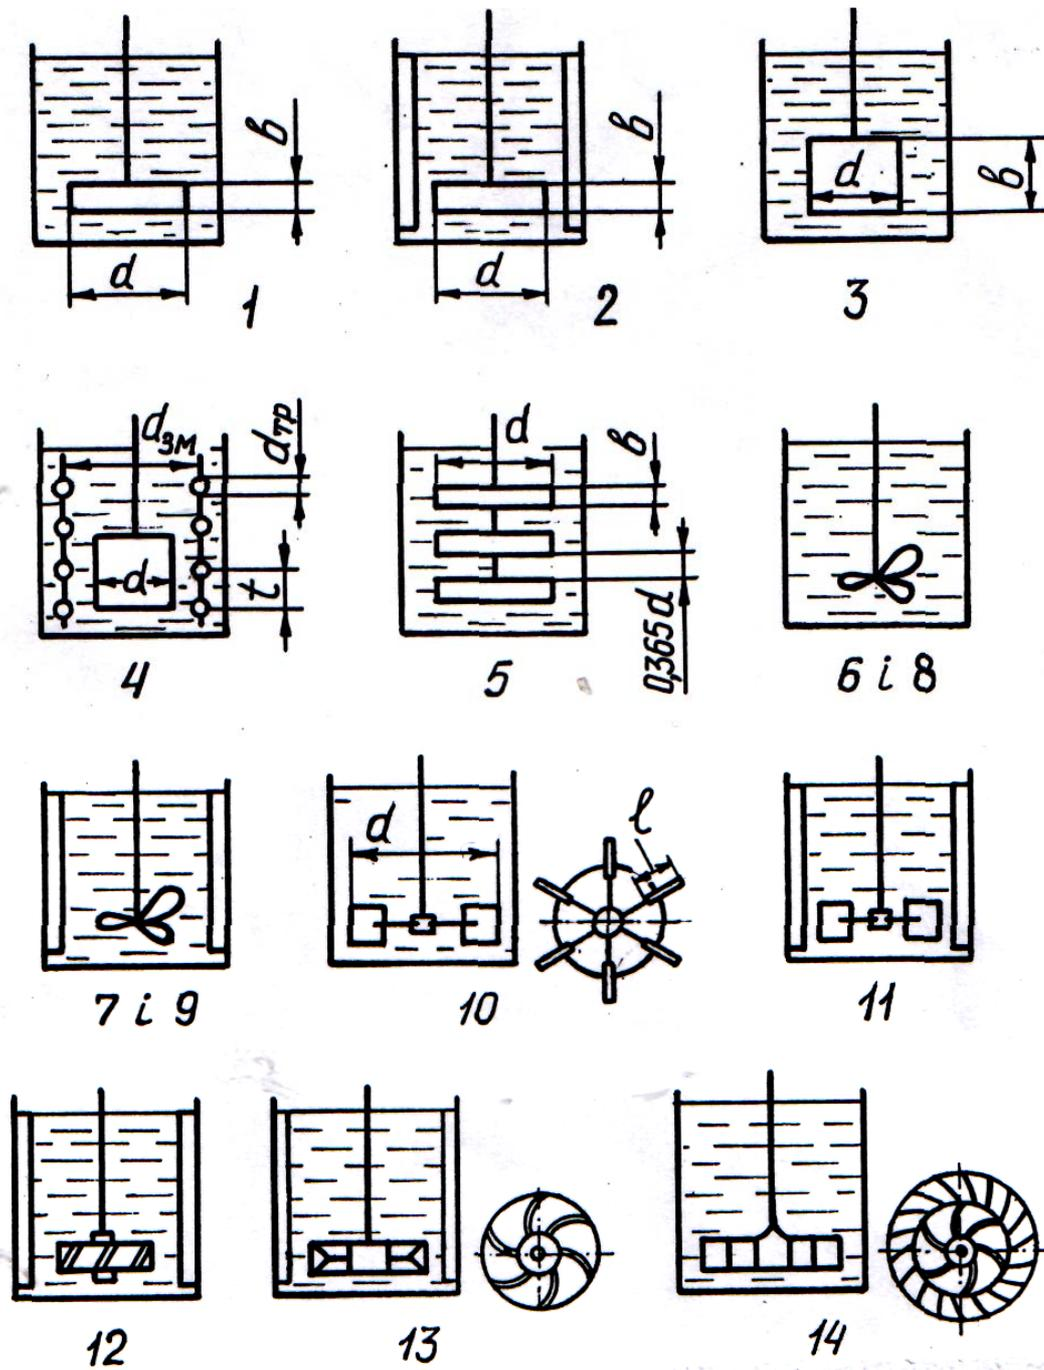
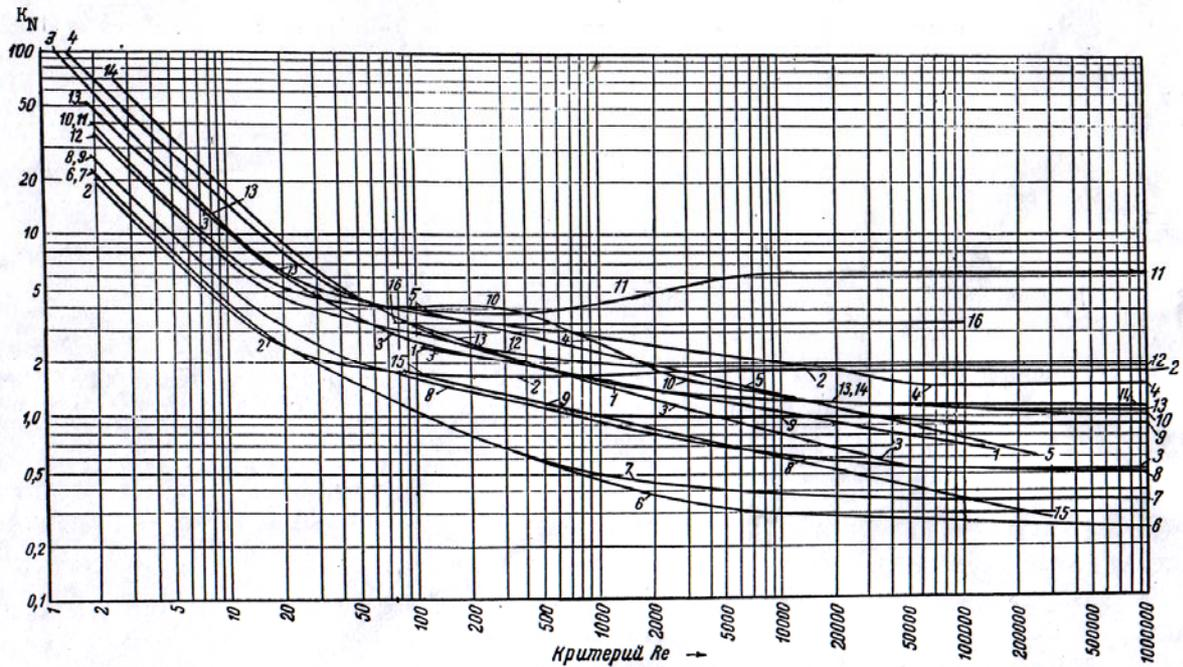

Рисунок 1 – Типи механічних мішалок (цифри відповідають номерам мішалок у табл. 1)
Рисунок 2 – Залежність коефіцієнта потужності K_N від критерію Re для мішалок різних типів (цифри на лініях відповідають номерам мішалок у табл. 1)
Величину K_N визначають в залежності від типу мішалки (рис. 1) та режиму перемішування рідини за графіками $K_N = f(\text{Re})$, що побудовані за дослідними даними (рис. 2).
На рис.2 наведені дослідні значення K_N як функції від критерію Re для мішалок різних типів при обумовлених відношеннях діаметра D посудини, висоти H рівня рідини, ширини b лопаті та діаметра d лопаті мішалки (D/d ,
За рис. 2 знаходять значення K_N , та підставляючи його до формули (1), визначають потрібну потужність.
Однак величини K_N , одержані за графіком, будуть точними тільки для мішалок, геометрично подібних тим, до яких відносяться дослідні дані. Тому, у випадку відсутності геометричної подібності, значення K_N , що знайдено за рис.2, треба помножити на відповідні поправочні коефіцієнти:
За рис. 2 (крива 5) для модельної шестилопатевої мішалки з характеристикою $\alpha = D/d = 1,1$; $H/D = 1$ та $\beta = b/d = 0,066$ (табл. 1) при $Re = 41300$ величина коефіцієнту K_N дорівнює 0,95.
Завдання 1. Виконати розрахунок механічної агітатора за умовами табл. 3 та вибрати електродвигун для мішалки, якщо діаметр лопатів d м, їхня ширина b м, діаметр лопатів l м. Кількість обертів мішалки становить n об./хв. Мішалка установлена в чавунному апараті з діаметром D м, висотою H м рівня рідини в апараті, з N перегородками шириною t м. В апараті перемішується рідина з густиною ρ кг/м³, динамічна в'язкість рідини μ Па·с. Висота стовпа рідини в апараті H м. В рідину занурена гільза термометра. Номер типу мішалки у табл.3 відповідає цифрі під схемою мішалки на рис. 1 та номеру мішалки в табл. 1.